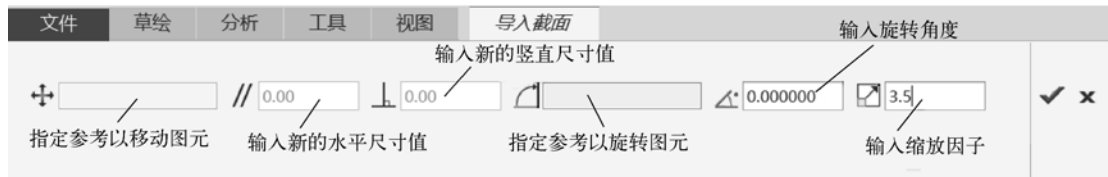

图 2-49 功能区的“导入截面”选项卡
- 5 在图形窗口的预定位置处单击以指定放置形状的位置。此时形状图被置于放置处,形状中心和选定位置重合,同时在功能区中出现“导入截面”选项卡。在“导入截面”选项卡中分别输入旋转角度值和缩放因子,如图2-49所示。在某些情况下,可能需要在草绘窗口中选取要求的参照。